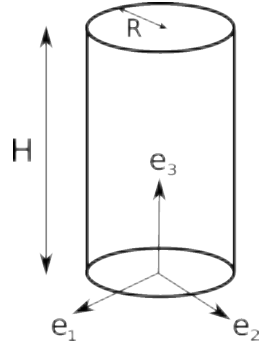

FIGURE 1 – Cylindre
2. Le solide est désormais un cylindre de hauteur H et de rayon R , avec $R < H$ (cf. figure 1).